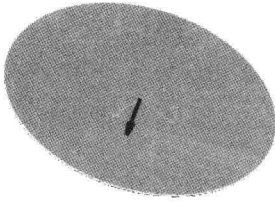
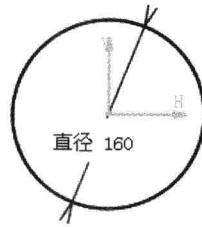

图 1.2 墙体 1
图 1.3 截面草图
Step3. 创建图 1.2 所示的平整钣金壁特征——墙体 1。
- (1) 选择命令。选择下拉菜单 **插入** → **Walls** → **Wall...** 命令。
- (2) 定义截面草图平面。在对话框中单击 **选择平面** 按钮，在特征树中选取 xy 平面为草图平面。
- (3) 绘制截面草图。绘制图 1.3 所示的截面草图，单击 **完成草图** 按钮退出草图环境。
- (4) 定义加厚方向。单击 **Invert Material Side** 按钮（定义加厚方向如图 1.2 所示）。
- (5) 单击 **确定** 按钮，完成墙体 1 的创建。